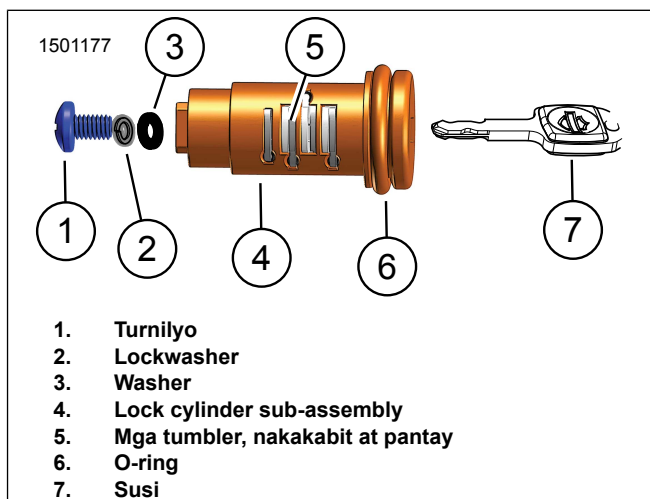

Figure 5. Na-assemble na Lockset
9. Figure 5 Habang ganap na pinananatili sa puwesto ang mga tumbler, ikabit ang susi sa na-assemble na cylinder sub-assembly.